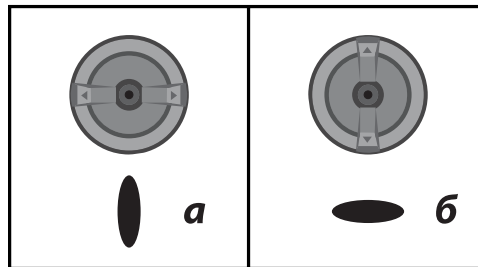

Рис. 3
- а)** горизонтально - для формирования вертикального факела при окраске вправо-влево (Рис. 3а);
- б)** вертикально - для горизонтального факела при окраске вверх-вниз (Рис. 3б);
**9.** Для регулировки интенсивности распыления поверните рычаг (1), чтобы отрегулировать необходимую форму факела от круглой до овальной.
**10.** При пробной окраске определите необходимую скорость ведения распылителя для равномерной окраски и расход материала, во избежание, при большой скорости и недостаточном расходе, неравномерного покрытия; а при низкой скорости и избыточном расходе - потеков материала. Регулировка расхода материала осуществляется вращением регулятора (1).